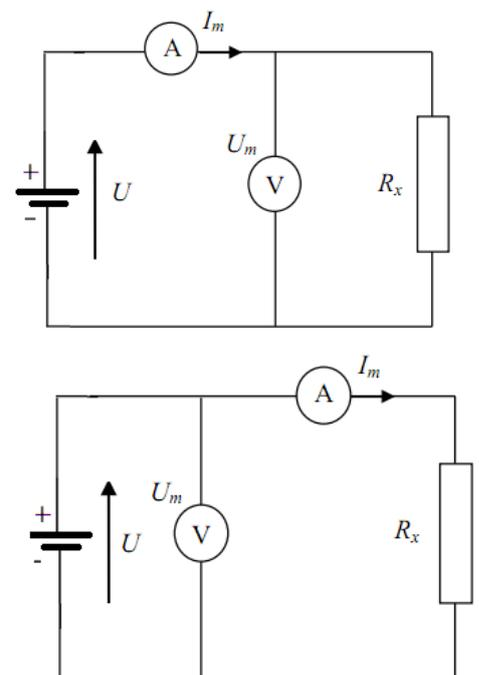

Figure 9 Montage amont
- Refaire la même opération pour le montage Amont (fig.9)